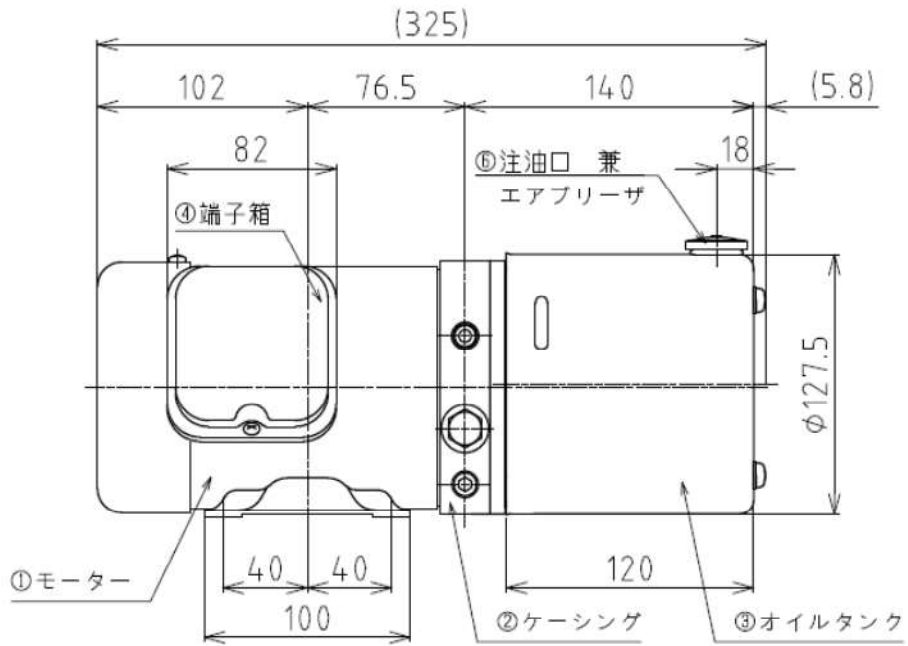

図5 左側面図
- (1) 必ず圧力計で確認しながら調整を行って下さい。
- (2) 調整は図5の調整ネジで行ないます。右に回せば増圧、左に回せば減圧します。
- (3) 調整終了後は、ガスケットを入れて袋ナットを30N・m程度の締め付けトルクで確実に締め付け、油漏れのないことを確認して下さい。